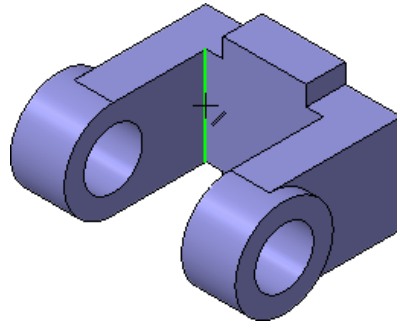

Рисунок 37.
- Укажите ребро в основании левой проушины. Обратите внимание на форму курсора  (рис. 37).